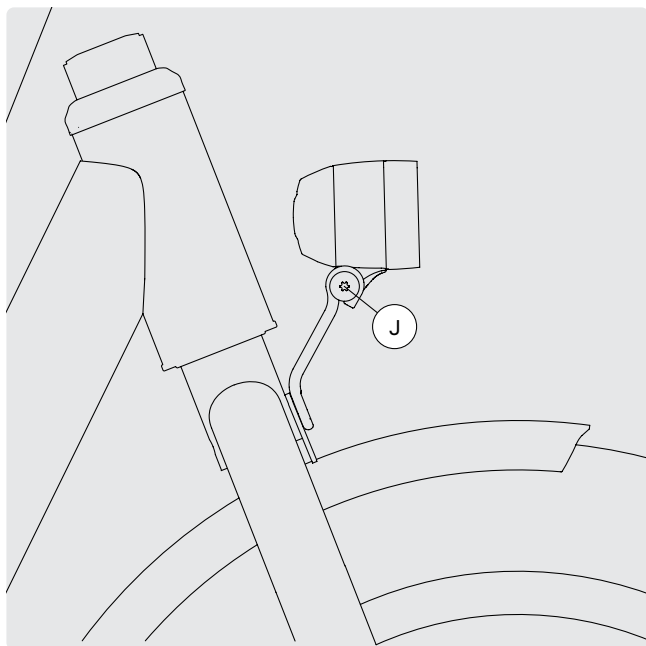

FIG. 47
- 1 Allentare la vite di regolazione J sul fanale anteriore (fig. 47).